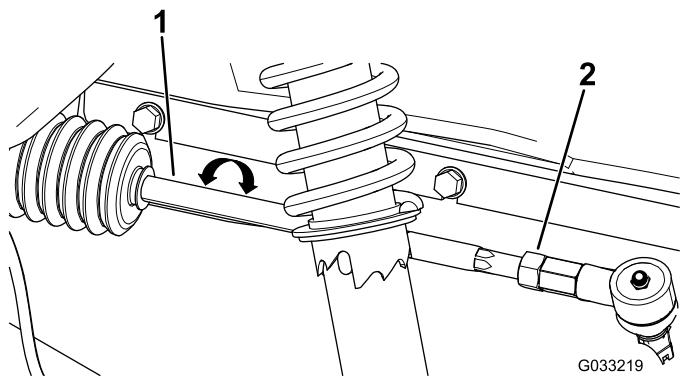

Bild 53
2. Wenn der Wert nicht zwischen 0 und +/- 3 mm liegt, lösen Sie die Klemmmuttern am äußeren Ende der Spurstangen (Bild 53).